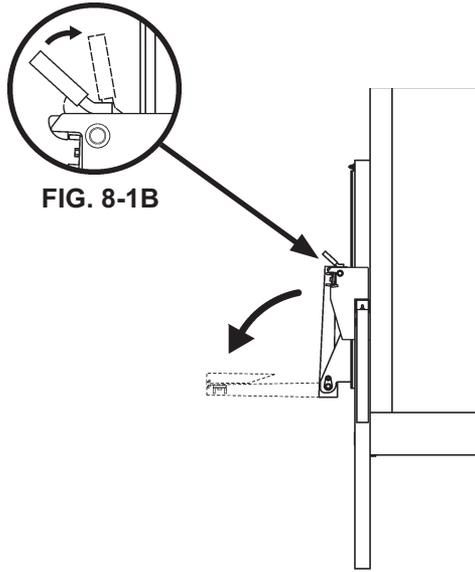

FIG. 8-1A
1. Colóquese a un lado de la plataforma (**FIG. 8-1A**), empuje hacia **arriba** la palanca de desbloqueo para liberar la plataforma (**FIG. 8-1B**). Despliegue la plataforma como se muestra en la **FIG. 8-1A**.